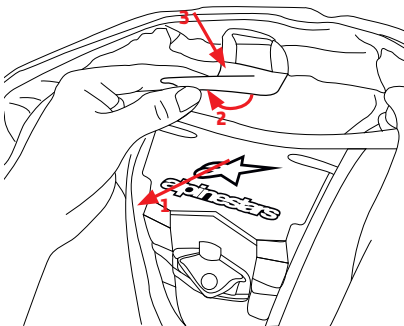
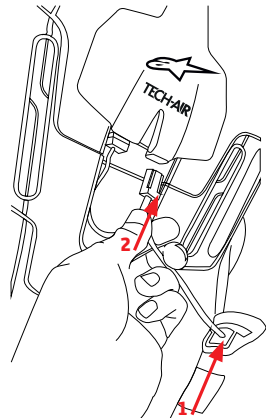

Abbildung 6
Abbildung 7
3. Falten Sie die zweite Klettflasche (12) und befestigen Sie den Klettverschluss des Kragens an der Weste (13) an dieser neuen Lasche, sodass sie genau zentriert ist (Abbildung 6).
4. Befestigen Sie den unteren Schulterklettverschluss (15) und den oberen Schulterklettverschluss (14) an den entsprechenden Stoffstücken in dem Anzugfutter auf der rechten und linken Seite.
5. Entfernen Sie den Stecker des LED Displays aus der Aufbewahrungstasche (17) und stecken Sie ihn in den grauen Anschluss (5) (Abbildung 7).
6. Stellen Sie den Hauptschalter an (8). Beachten Sie, dass der Hauptschalter immer angestellt sein sollte, außer während Versand oder Lagerung.
8. Verwenden Sie die gelben Reißverschlüsse an dem Anzug (10) und der Weste (1), um die Weste in den Anzug einzuziehen.